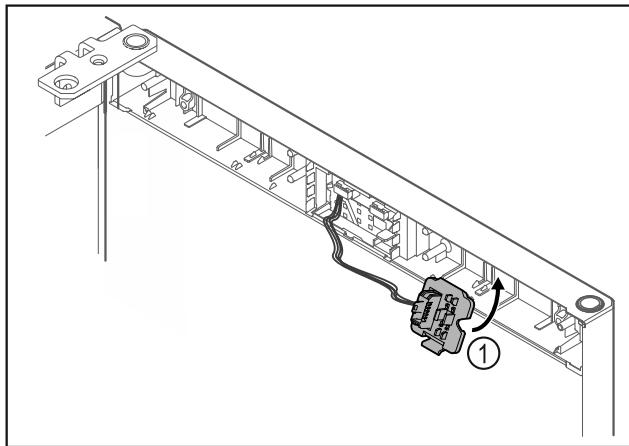

Fig. 21
- ▶ Κουμπώστε το στήριγμα του φίς Fig. 21 (1) στην απέναντι πλευρά.